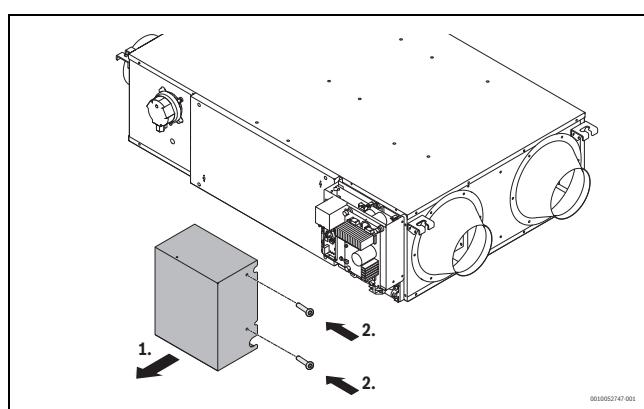

Fig. 11
- Îndepărtați șuruburile din poziția prezentată în Fig. 11